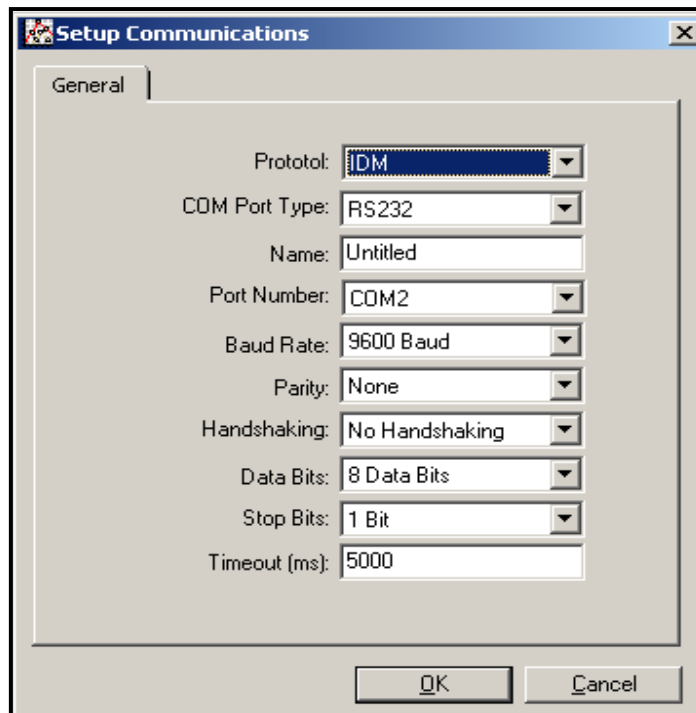

Figura 19: Pantalla Configurar comunicaciones
4. Haga clic en la opción "Communications Port (Puerto de comunicaciones)" para seleccionarla. Aparece la pantalla *Setup Communications (Configurar comunicaciones)* similar a Figura 19.